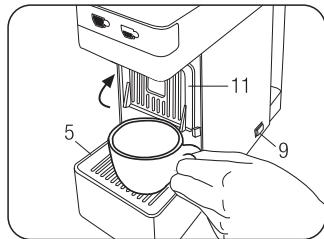
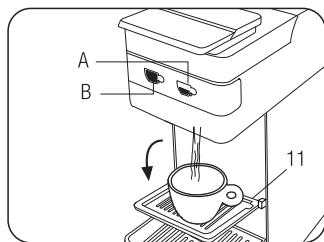

Abb. 5
Abb. 6
- Stellen Sie sicher, dass keine Kapsel eingesetzt wurde und schalten Sie das Gerät über den Hauptschalter (9) ein.
- Eine große leere Tasse unter den Kaffeeausfluss stellen. (**Abb. 5**) Wenn die Tasten (A) und (B) permanent leuchten, ist das Gerät betriebsbereit. Drücken Sie eine der beiden Tasten (A) oder (B); dadurch erfolgt die Wasserabgabe. Wenn die gewünschte Wassermenge abgegeben worden ist, drücken Sie dieselbe Taste nochmals. (**Abb. 6**). Die Maschine ist durchgespült, wenn mindestens 3 Tassen Wasser durchgelaufen sind.
Für die Zubereitung eines Espressos mit der Taste (A) (Ausgabe kleine Tasse), das Gitter (11) wie in Abb. 6 aufklappen. Für Getränkezubereitungen, für die hohe Tassen gebraucht werden, das Gitter (11) wie in Abb. 5 hochklappen und die Tasse direkt auf das Gitter (5) (Abb. 5) stellen.